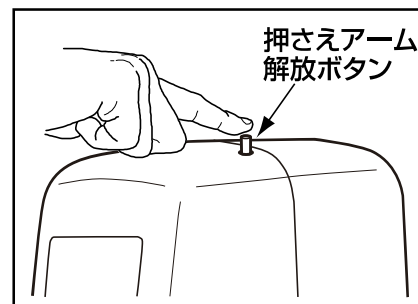

図15
1.リセット/リターンスイッチ⑭を押してください。ドリルが上昇します。
2.押さえアーム解放ボタンを押してください。押さえアームが解放されます。 **図15 参照**
1.ピン作動スイッチ⑬を押してください。ガイドピンが元の位置に戻ります。
3.まだピン作動ランプ⑨が点灯したままの状態なので、再びピン作動スイッチ⑬を押してください。